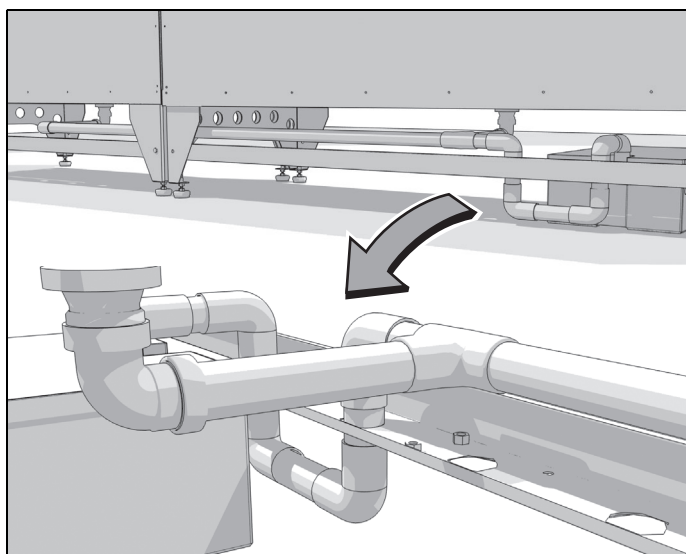

Fig. 4.8: Recipiente de óleo para utilizar em duas bancadas de filtros
- Veja a Fig. 4.8 para montagem de um recipiente de óleo que serve dois módulos de entrada de ar.